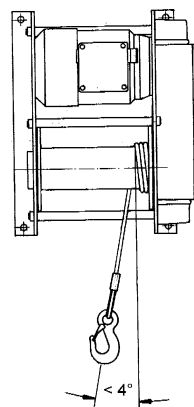
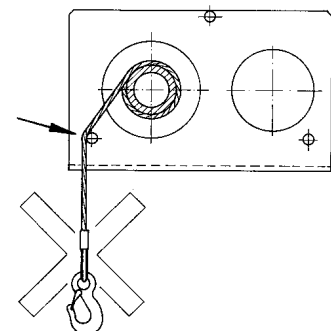

Abb. 7
Abb. 8
- Die Einbaulage ist beliebig, die Trommel muß jedoch immer waagrecht liegen. Die zulässigen Seilabgangswinkel sind Seite 2 -Seilabläufe- zu entnehmen. Das Seil muß in einem ausreichenden Abstand von scharfen Kanten wie z.B. Rahmen, Mauer etc. verlaufen. Eine evtl. vorhandene Umlenkrolle muß so positioniert werden, daß die seitliche Ablenkung des Seiles nicht größer als  $4^{\circ}$ , möglichst kleiner als  $1,5^{\circ}$  ist (siehe Abb. 7 und Abb. 8).